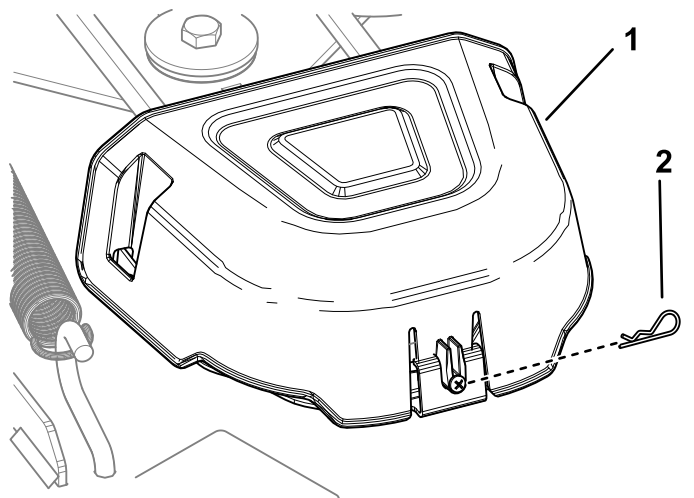

Figure 58
4. Retirez la goupille fendue et appuyez sur la languette des couvercles pour déposer les couvercles des poulies (Figure 58).